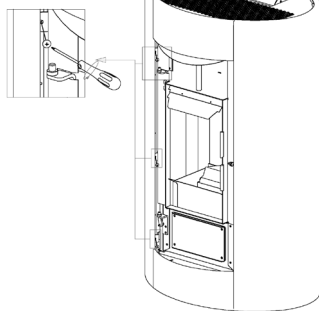
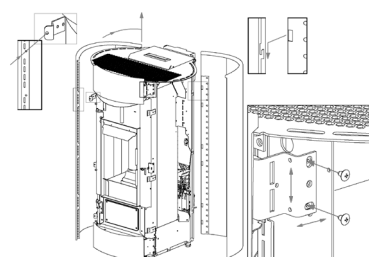

Fig. 60 - Fasthægtningstænder
Fig. 61 - Justeringer
- Gå videre i retningen mod uret for monteringen, med mulighed for at justere de forreste paneler lodret og vandret, så de kan bringes på linje med siderne (se **Fig. 60** og **Fig. 61**).